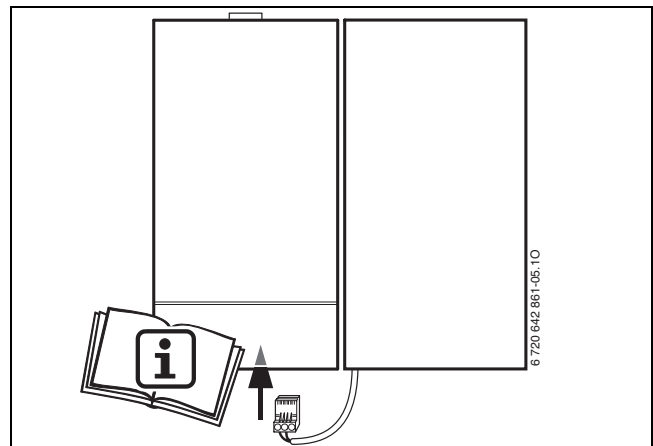

Fig. 16
- ▶ Raccorder la fiche de raccordement de la sonde de température du ballon au tableau de la chaudière (→ Fig. 16).